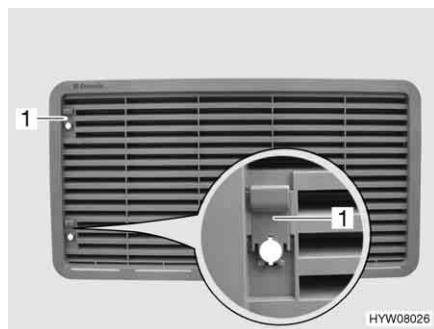

Fig. 191 Griglia di aerazione del frigorifero (con cursore)
- Spingere il cursore (Fig. 191,1) verso l'alto.